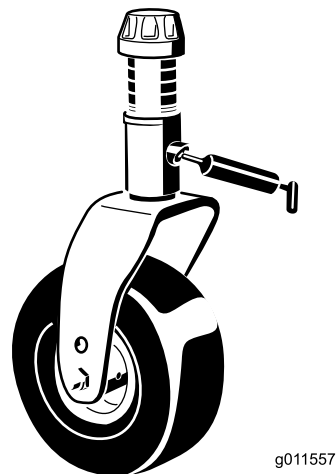

Figura 41
- Casquillo del eje de la horquilla de la rueda giratoria (1) (Figura 41)
- Casquillo del pivote del brazo tensor — situado en el brazo tensor (1)